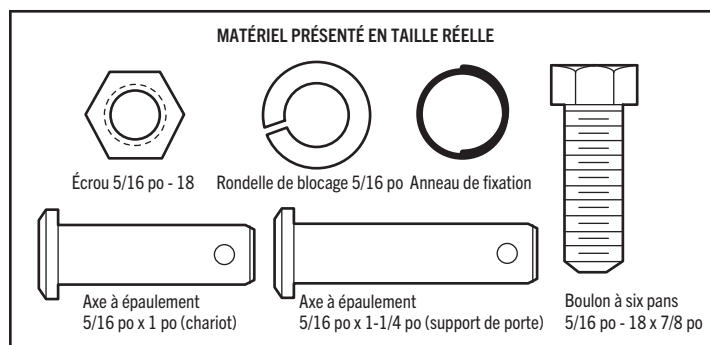

Figure 1
1. Assurez-vous que la porte de garage est complètement fermée. Tirez la poignée de déclenchement d'urgence pour déconnecter le chariot extérieur du chariot intérieur. Faites glisser le chariot extérieur vers l'arrière (en l'éloignant de la poulie) d'environ 20 cm (8 po) comme indiqué sur les figures 1, 2 et 3.
2. Fixez la section droite du bras de la porte au chariot extérieur à l'aide de l'axe à épaulement 5/16 po x 1 po. Fixez la connexion à l'aide d'un anneau de fixation (Figure 1).